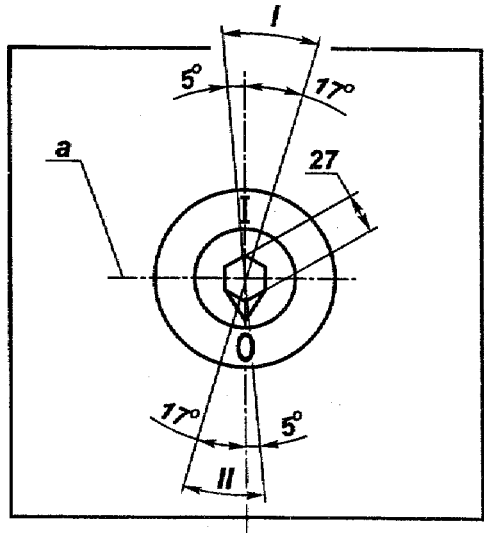

Рис. 15. Лицевая сторона электромагнитного привода.
3. При управлении выключателем с электромагнитным приводом вручную при включении выключателя необходимо рукоятку привода установить против метки “Г”, а при отключении - против метки “О”. При оперировании рукоятку привода поворачивают по часовой стрелке (см. рис. 15).